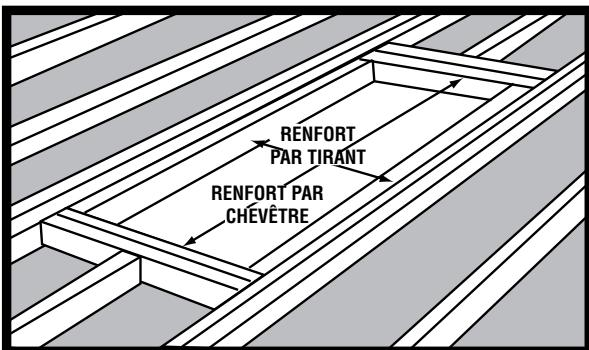

FIGURE 2
- C. S'il est nécessaire de couper des solives du plafond : **NE MANQUEZ PAS** de fixer les membres coupés à d'autres solives avec un chevêtre ou un tirant comme renfort, des mêmes dimensions (Voir les FIGURES 2 et 3).